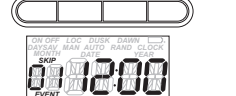

Fig. 7
1. Depuis l'écran **MAN**, **AUTO** ou **RAND**, appuyer sur **PROG**. L'écran affiche 01 en clignotant (Fig. 7).